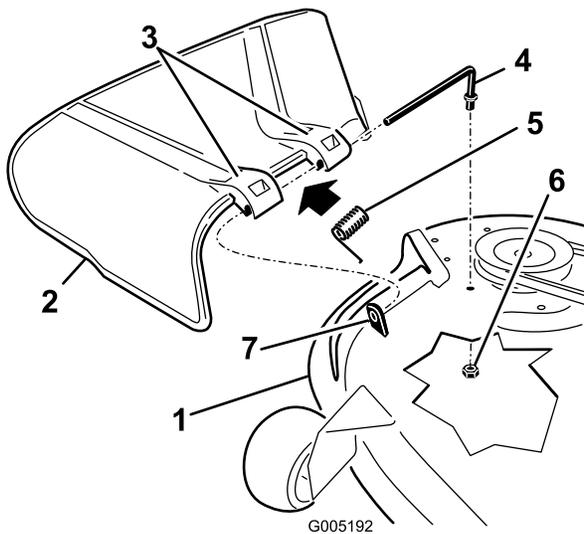

Bild 70
1. Nehmen Sie die Mutter ($\frac{3}{8}$ ") aus der Stange unter dem Mähwerk ab (Bild 70).
- Schieben Sie die Stange aus dem kurzen Abstandsbolzen, der Feder und dem Ablenkblech (Bild 70).
- Montieren Sie das Ablenkblech (Bild 70).
- Schieben Sie die Stange durch die zweite Halterung am Grasablenkblech (Bild 70).
- Befestigen Sie das hintere Stangenende mit einer Mutter (3/8") am Mähwerk, wie in Bild 70 abgebildet.